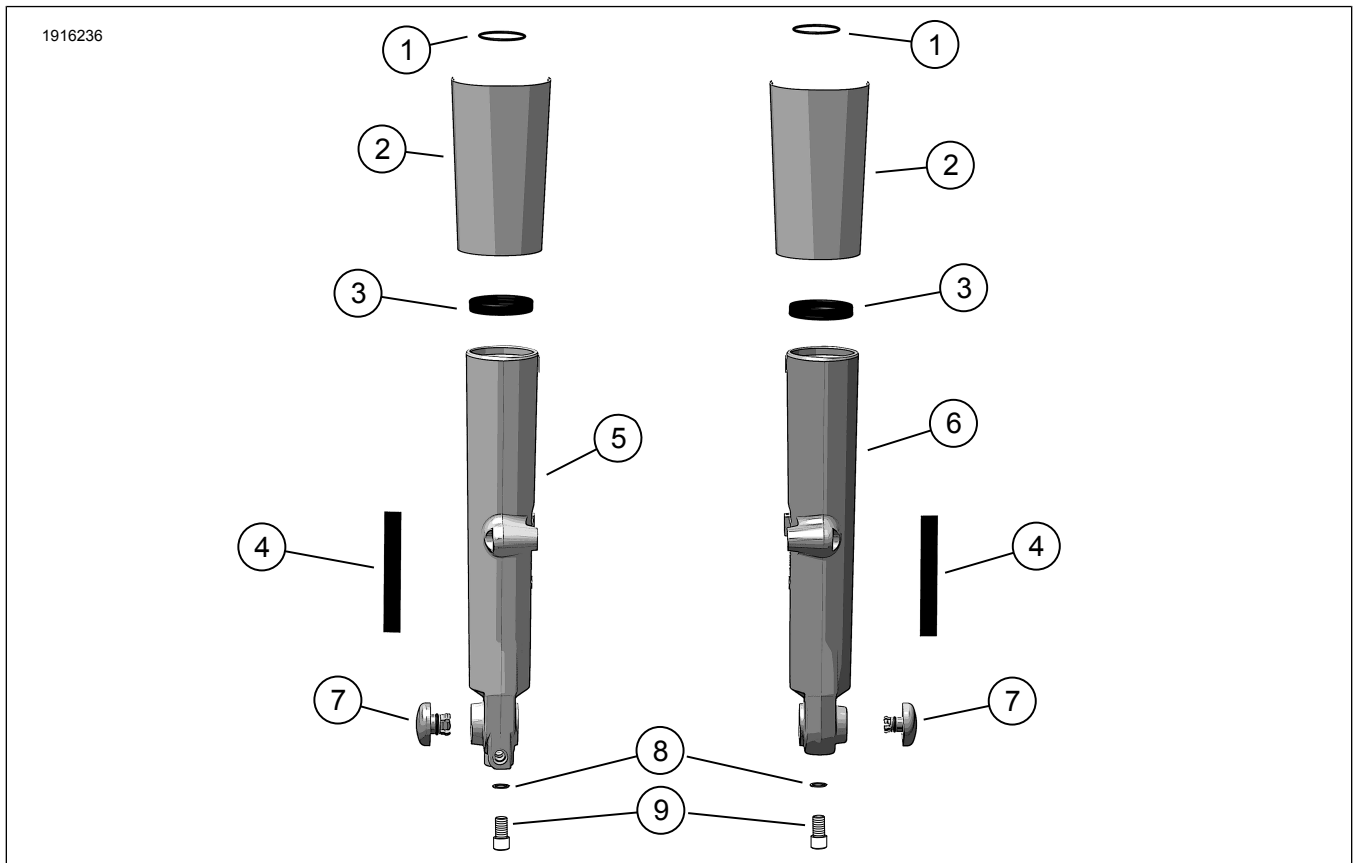
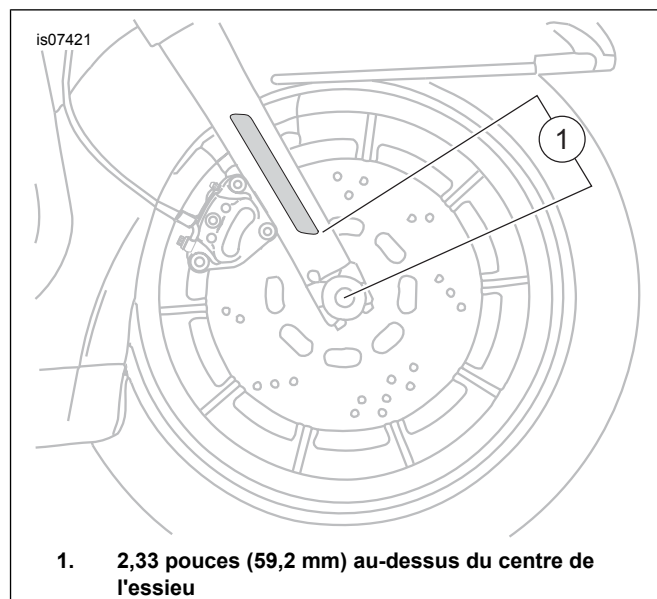

Figure 1. Contenu du kit : Fourreaux de fourche inférieurs chromés
Figure 2. Emplacement du réflecteur
- Voir Figure 1 et Figure 2 . Décoller la doublure du ruban adhésif (4). Poser le réflecteur en position sur la fourche comme indiqué. Pousser fermement pour mettre en position.